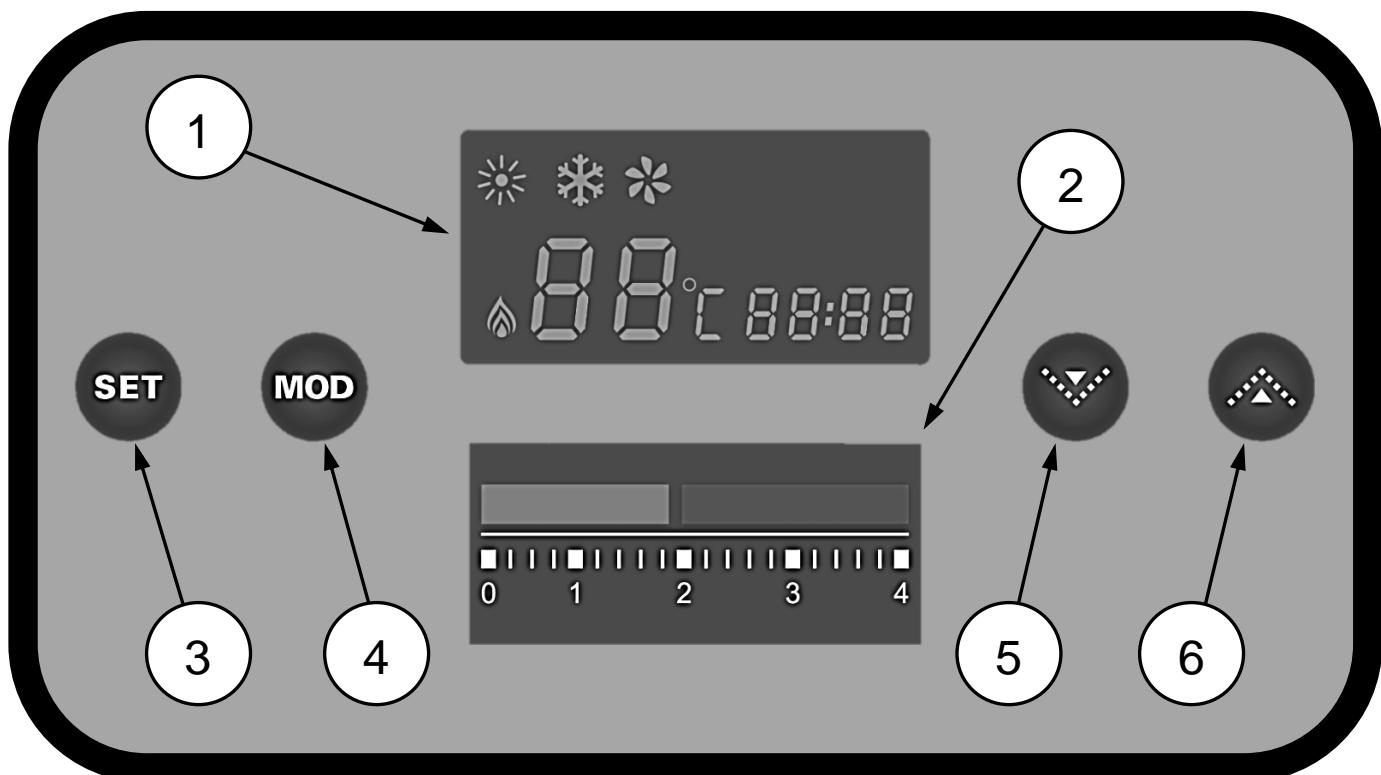

Рис. 37 Панель управления котлом
На передней панели котла расположена панель управления (См. Рис. 37).
- Проверьте по манометру (См. Рис. 37) на панели управления котлом давление теплоносителя (OB) в котле и CO.